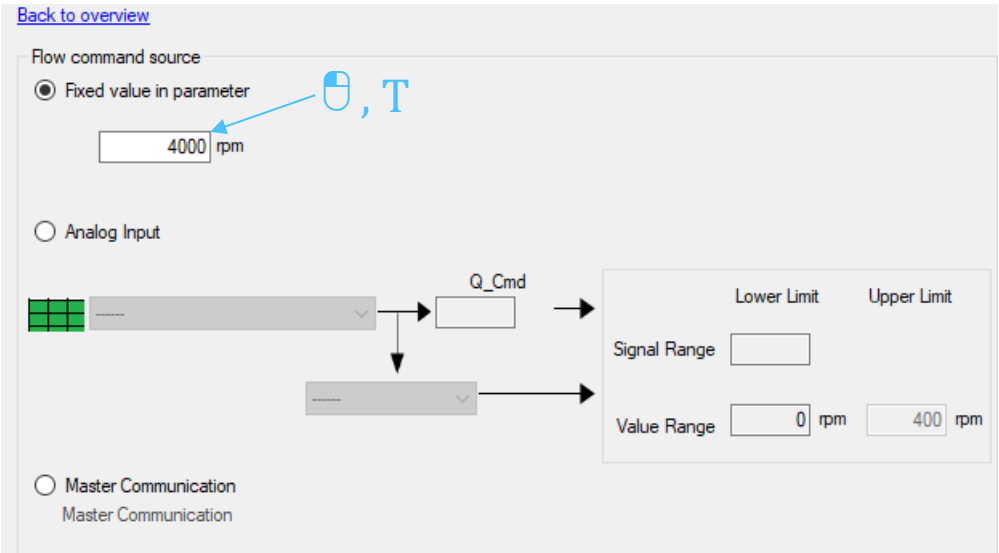

图 27: 固定流量指令 2/2
- 2. 在 "参数中的固定值" 下方的字段中输入所需的流量指令（请参见 图 27: 固定流量指令 2/2）。